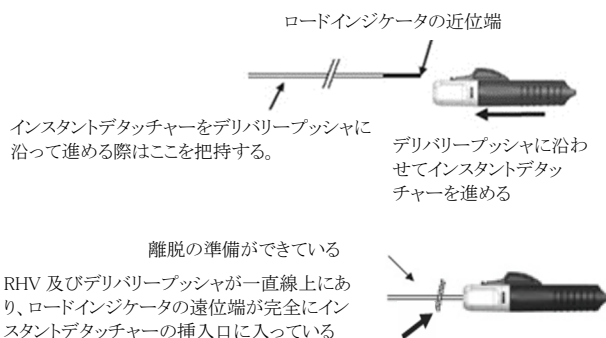

図3
- 13) ロードインジケータの遠位端部でデリバリープッシャの近位端を把持する。ロードインジケータ部が完全にインスタントデタッチャーの挿入口に挿入され、デリバリープッシャがしっかりとインスタントデタッチャー内に固定されるまで、デリバリープッシャ近位端に沿ってインスタントデタッチャーを進める(図3参照)。図4のようにロードインジケータがまだ見えている場合、図3のようにデリバリープッシャがインスタントデタッチャーの挿入口で完全に固定されるまで、インスタントデタッチャーをさらに進める。